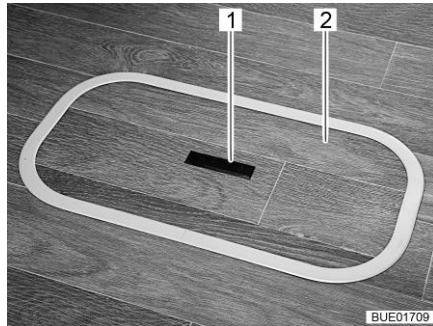
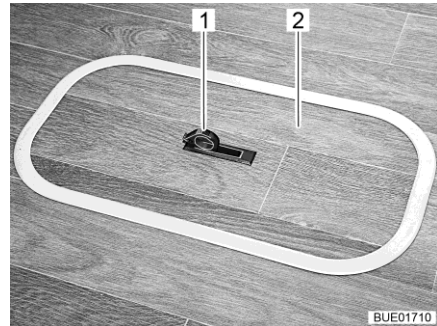

Fig. 50 Copertura scomparto del pavimento (maniglia abbassata)
Fig. 51 Copertura scomparto del pavimento (maniglia alzata)
- Spingere la piastra di presa (Fig. 50,1) verso il basso da un lato. La maniglia (Fig. 51,1) viene ruotata verso l'alto.
- Rimuovere la copertura (Fig. 50,2 o Fig. 51,2) tirandola verso l'alto.